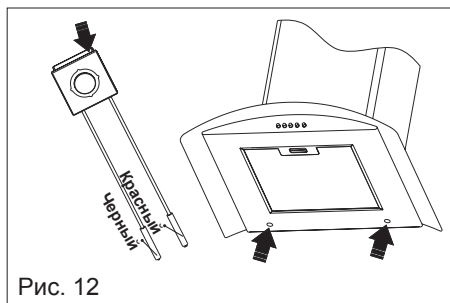

Рис. 12
- Нерабочие светодиодные лампы извлекаются так, как это показано на рисунке. (**См. Рисунок 12**)